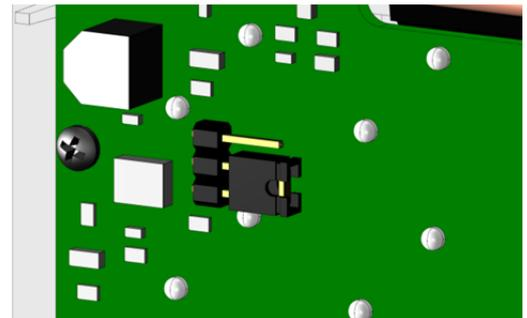

Abb. 4: Abschlusswiderstand stecken
- ▶  Stecken Sie die Steckbrücke J1 auf die beiden unteren Kontakte. Damit ist der Abschlusswiderstand gesteckt (Abb. 4).